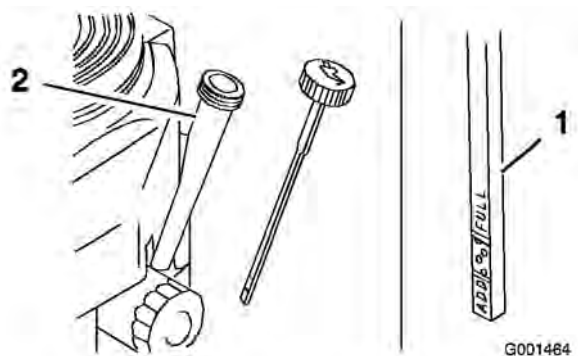

Figure 34
- Nettoyez la surface autour de la jauge d'huile (Figure 34) pour éviter que des impuretés ne
- Retirez la jauge d'huile et essuyez soigneusement son extrémité (Figure 34).
- Remettez la jauge au fond du tube de remplissage, mais sans la visser (Figure 34).
9. Versez avec précaution environ 80% de la quantité d'huile spécifiée dans le goulot de remplissage (Figure 34)